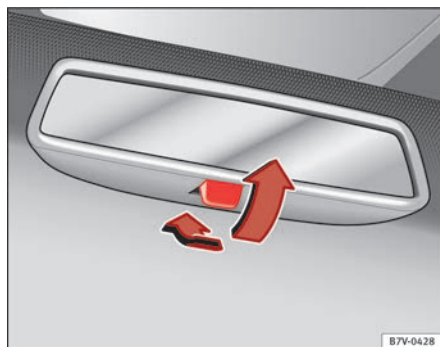

Fig. 72 Retrovisor antideslumbrante manual.
- Para oscurecer el retrovisor, tire de la palanca hacia atrás ⇒ fig. 72.